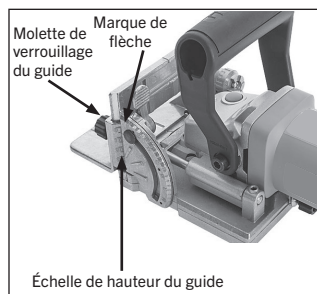

Figure 13. Emplacement des composantes de réglage de la hauteur de coupe.
2. Desserrez la molette de verrouillage du guide et déplacez le guide vers le haut ou vers le bas sur la plaque jusqu'à ce que la marque fléchée sur l'échelle d'angle s'aligne avec la hauteur désirée sur l'échelle de hauteur du guide (voir la figure 13).